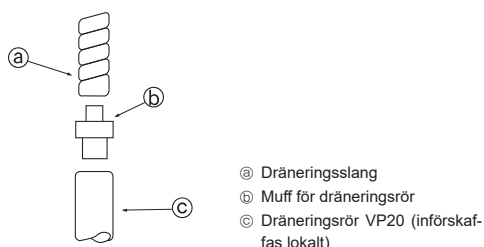

Fig. 5-1
5.1. Arbete med dräneringsrören (Fig. 5-1)
- Vid anslutning till VP20, använd dräneringsmuffen ⑤ (tillbehör). Fäst på ett säkert sätt muffen till röret med vinylkloridlim så att den inte läcker.